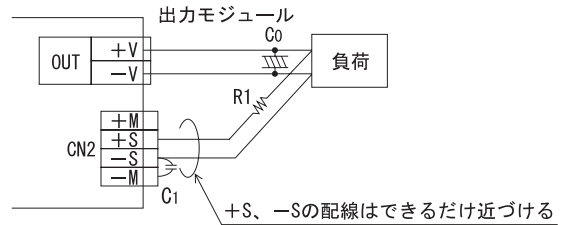

図3.2 リモートセンシングを使用する場合
■リモートセンシング機能を使用する場合の結線図を図3.2に示します。
- ①負荷線に接触不良が生じると、センシング線に負荷電流が流れ、電源内部回路を破壊することがあるので結線には充分注意してください。
- ②電源から負荷までの配線は、充分余裕のある太い電線を使用し、ラインドロップは0.3V以下としてください。
- ③配線や負荷のインピーダンスによって、電源出力電圧に発振波形が発生したり、出力電圧の変動が大きくなることもあるので、充分に評価してから使用してください。出力電圧が不安定になった場合、次の方法で対応することができます。